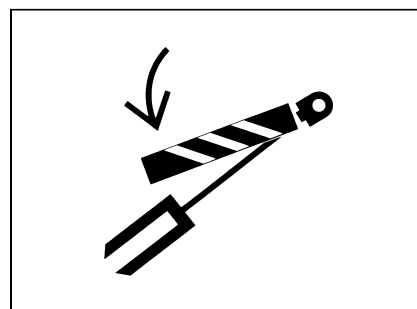

Рис. 1-28
- При необходимости работы под машиной следует правильно поднять оборудование или агрегаты, не опираясь на гидравлические цилиндры. Если управляющий механизм перемещается или гидравлический трубопровод течет, то агрегаты падают и это вызывает поражение. (рис. 1-28)